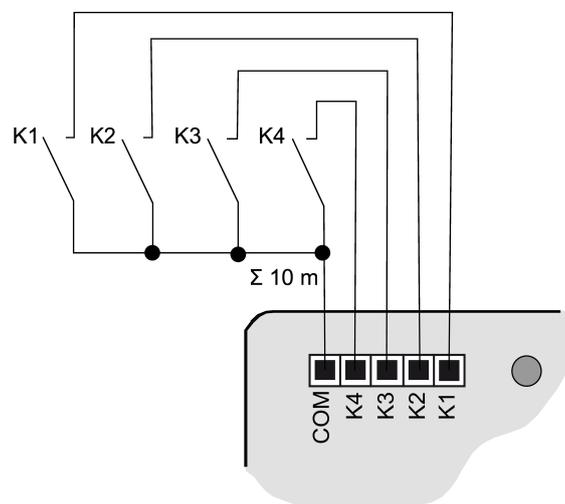

Figure 3: Exemple de raccordement quadruple
- Raccorder les boutons-poussoirs, les commutateurs ou les contacts conformément à l'exemple de raccordement avec les câbles de raccordement (4) fournis (voir figure 3).